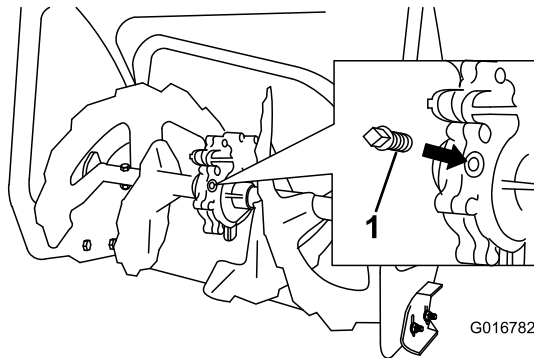

Figura 33
2. Limpie la zona alrededor del tapón (Figura 33).